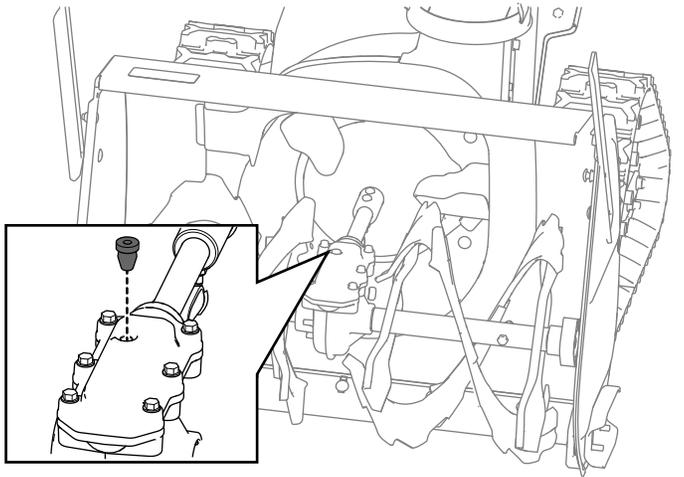

Figura 33
2. Pulite l'area attorno al tappo del tubo e rimuovete il tappo del tubo dalla scatola ingranaggi (Figura 33).